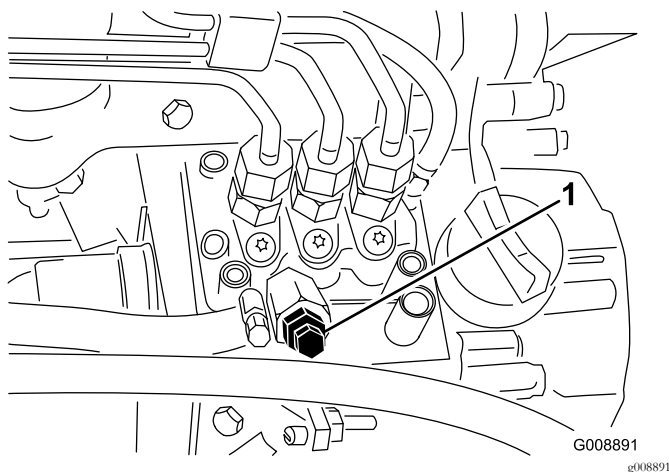

Figure 43
4. Desserrez la vis de purge d'air sur la pompe d'injection (Figure 43).